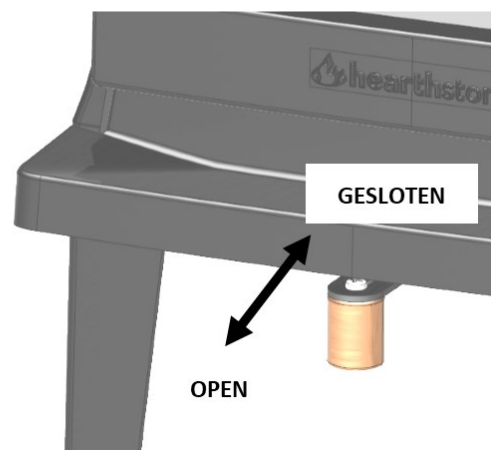

FIG. 5
De tussenpositie is meestal de ideale instelling, afhankelijk van de kwaliteit van de trek van de geïnstalleerde schoorsteen en het type brandstof dat wordt gebruikt (hardhout of zacht hout) (Afb. 5).
1. **Open de luchtregelklep van het toestel volledig (Afb. 5).**